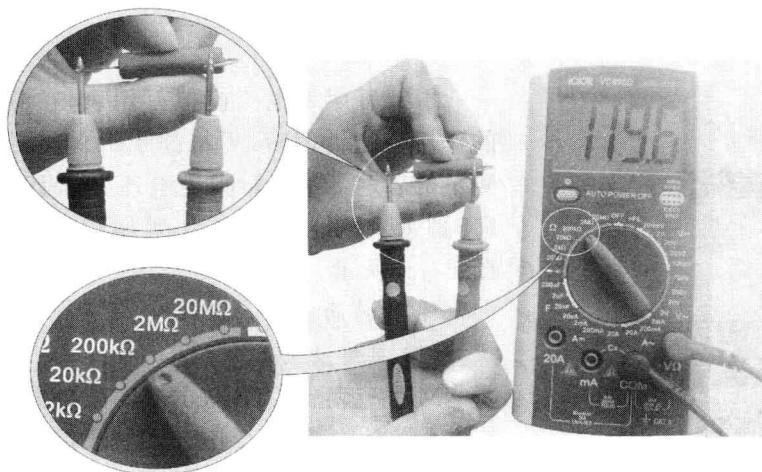

图 1-21 电阻的检测技巧
由于该电阻标称阻值为 200 kΩ，故选择万用表欧姆挡上的 200 kΩ 挡。④ 测量。将黑、红表笔分别接在被测电阻两端（不分极性），此时显示屏上即可显示被测电阻的阻值。如挡位为 2 k，此时显示屏显示 119. 6，测量方法如图 1-21 所示，表明被测电阻阻值为 119. 6 kΩ。注意：若显示屏显示“1”，表明断路（即电阻为无穷大）；若显示屏显示“0. 00”，表明短路（即电阻为 0）。
(2) 直流电压的检测技巧
① 测前准备。将红表笔插入“VΩ”插孔，黑表笔接入“COM”插孔。② 估值。估计被测电路电压的最大值，以便选择合适的量程。③ 选择量程。选取比估计电压高且接近的量程，测量结果才准确。选择量程时，应遵守以下原则：